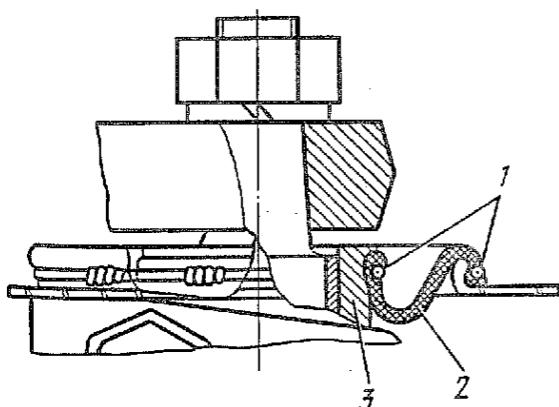

Рис. 70. Уплотнение кронштейна маятникового рычага:
1.5. Снять шплинт-проводолоку 1 (рис. 70) крепления уплотнителя 2 к кронштейну 3 маятникового рычага и сместить уплотнитель с кронштейна (плоскогубцы 150).
2.4. Установить уплотнитель 2 (рис. 70) в кольцевой паз кронштейна 3 и закрепить шплинт-проводолокой 1 (плоскогубцы 150).